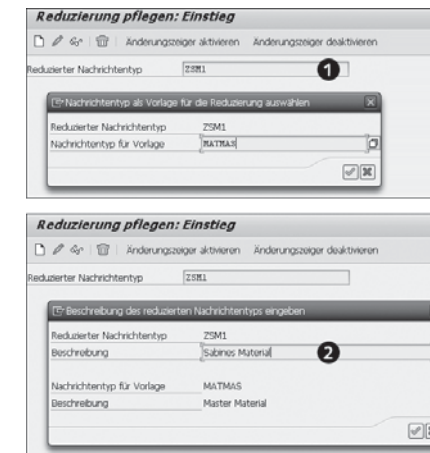

Abbildung 2.14 Schritt 1 – Name und Beschreibung vergeben
Im Einstieg vergeben Sie zunächst einen Namen ❶ und eine Beschreibung ❷ des neuen reduzierten Nachrichtentyps (siehe Abbildung 2.14). Beachten Sie dabei die Namensregeln für eigene Objekte (der Name muss mit Y oder Z oder Ihrem eigenen Namensraum beginnen).